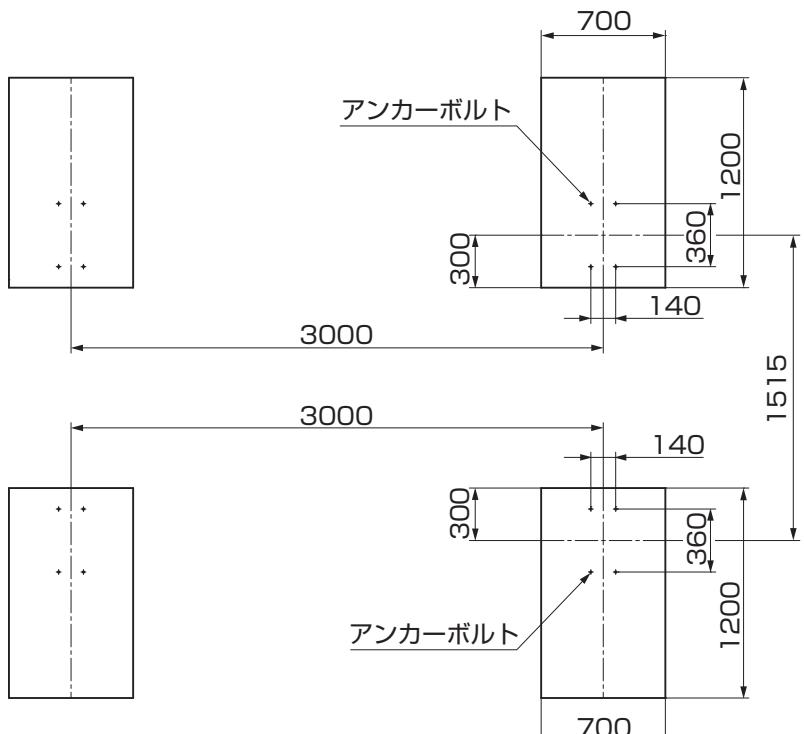

図1-1
- ①柱に下穴をあけてください。(図1-1参照)
- ②ピクト取付金具を柱に【9-1】で取付けてください。
- ③ピクト板をピクト取付金具に【9-2】で取付けてください。